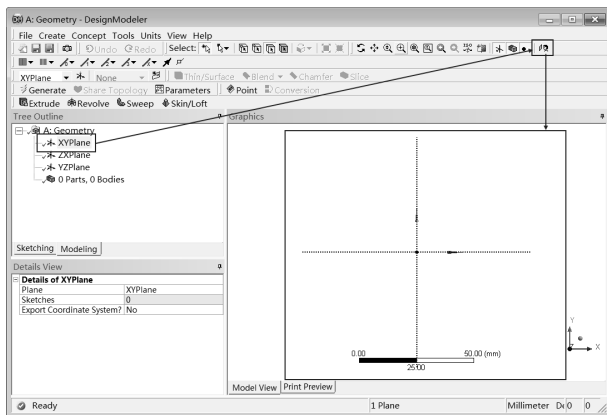

图 2-41 坐标平面
Step4：选择绘图平面。选择 Tree Outline（模型树） A:Geometry XYPlane 命令，此时会在绘图区域出现如图 2-41 所示的坐标平面，然后单击工具栏中的 按钮，使平面正对窗口。